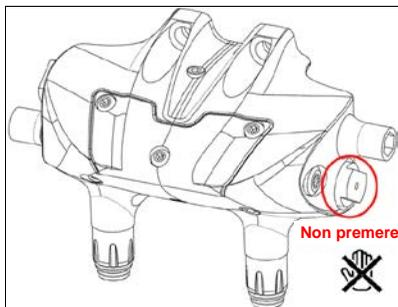

Figura J-1 Non premere il cilindro
- Non premere la sezione cerchiata del cilindro prima che sia stato completato il montaggio del freno. Premendo il cilindro prima dell'assemblaggio può causare prestazioni impreviste di frenata. **(Figura J-1)**